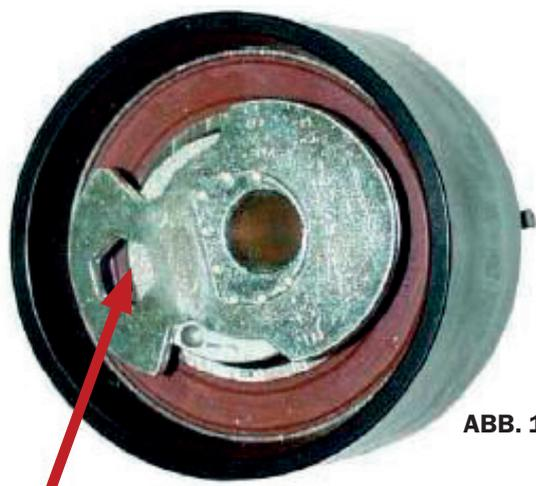

ABB. 1
5. Die neue automatische Spannrolle montieren und die zugehörige neue Schraube handfest anziehen (Inbusschlüsseloch in +/- 9-Uhr-Stellung, Abb. 1).